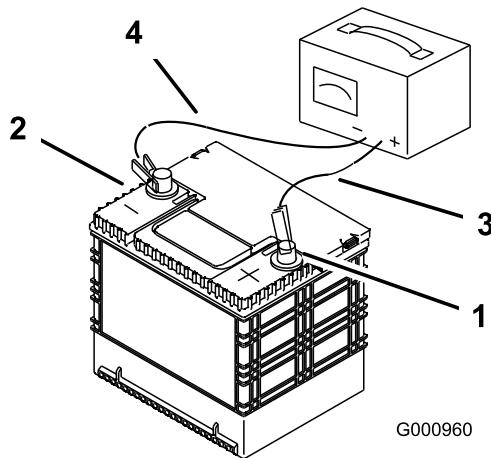

Figura 77
2. Quando la batteria è completamente carica, staccate il caricabatterie dalla presa elettrica e scolatevi i cavi di ricarica dai poli della batteria (Figura 77).